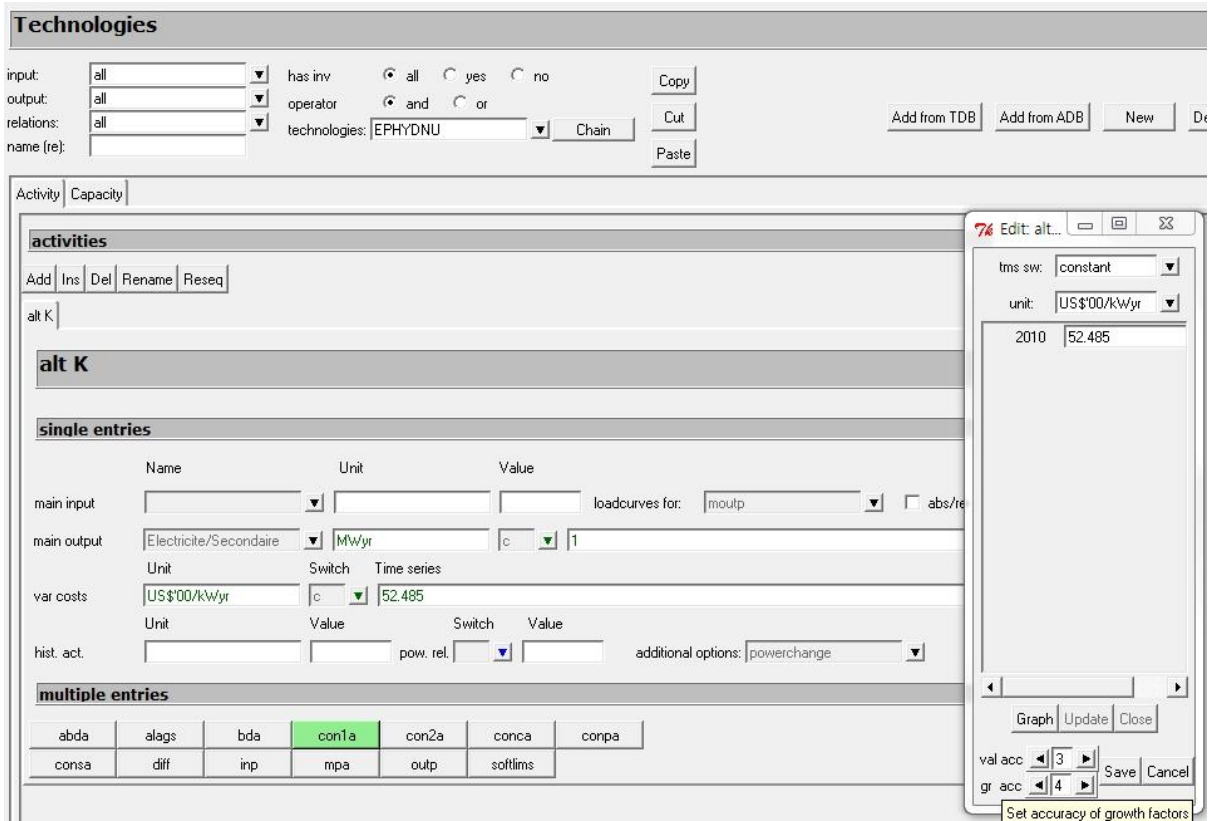

Figure 6. Windows to edit variable costs **Figure 6. Fenêtre pour éditer les coûts variables**
- a. Select "Technologies" form and click on the dropdown menu of "technologies" to choose a technology to be edited (Figure 6) (Refer to naming conventions from "NameConvs" sheet of "WAPP_Supply_17.xlsm")
Sélectionnez la fiche de "Technologies" et cliquez sur le menu de « technologies » pour choisir la technologie à être éditée (Figure 6) (il faut prendre la nomenclature de « NameConvs » du fichier "WAPP_Supply_17.xlsm")